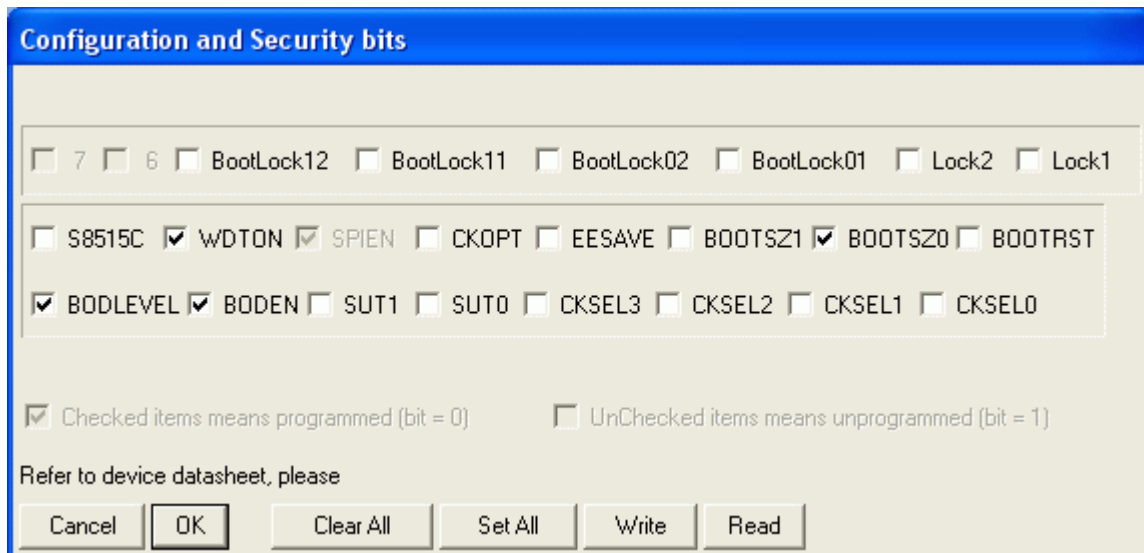

Bild5: fuse bits (Settings für externen Quarz, Brown-Out Überwachung und Watchdog)
3. Verändern Sie die bits gemäß Bild5.